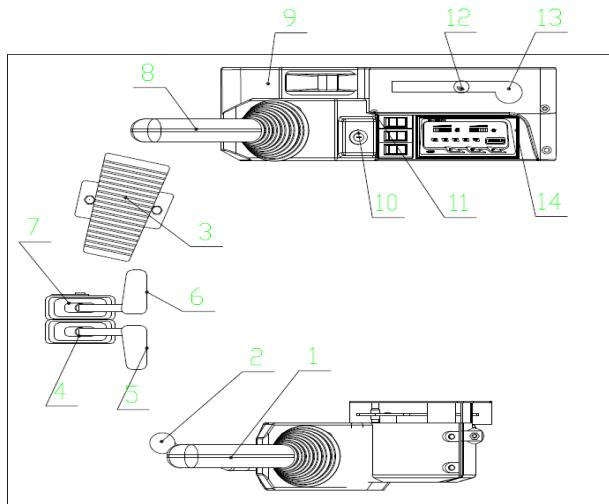

Ilustración 6 – Sistema de operación de la excavadora
El plano que se muestra en la ilustración 6 está tomado teniendo en cuenta la dirección de traslación de la máquina vista desde el asiento del conductor cuando el operador se encuentra mirando hacia la parte delantera y la rueda motriz se encuentra en la parte trasera de la máquina.
Ilustración 6 (elementos 11 y 12) – Presione la parte superior (cabeza) de la pieza 12 y empuje hacia delante para acelerar el motor. Cuando quiera detener el motor, tire del cable 11 para parar el motor si se tratara de un motor fabricado en China o, si se trata de un motor importado, gire la llave hasta la posición “OFF”.
Utilice la palanca de control para girar a la derecha y a la izquierda. Ver ilustración 6 (elemento 1 y 8) y ver también ilustración 7.
Tal y como se muestra en la ilustración 7, cuando se mueve la palanca de control hacia delante o los pedales ④⑤⑥⑦ que se muestran en la ilustración 6, la máquina se desplaza hacia delante. Cuando se mueve la palanca de control hacia atrás, la máquina se mueve dirección marcha atrás. La máquina no se moverá cuando la palanca se encuentre en punto muerto.
El elemento 9 que aparece en la ilustración 6, es una palanca de control que al moverla hacia delante permite a la cuchilla móvil desplazarse hacia abajo y si se mueve hacia atrás, la cuchilla móvil se desplaza hacia arriba. Con esta hoja el operador puede mover o apilar tierra, rocas u otros materiales. El operador, con la palanca de control, puede inclinar, elevar o bajar la hoja dependiendo del trabajo a realizar y el tipo de terreno.
Levante la palanca del sistema de seguridad (elemento 2 ilustración 6) del control piloto al lado izquierdo de la caja de control izquierda. La válvula de control de flujo limitará el flujo de aceite hidráulico y reducirá la velocidad para una mayor seguridad.
Elemento 10 en el panel de control, tal y como se muestra en la ilustración 6
Imagen 14 (Ilustración 6) – se trata de una pantalla donde se muestra la temperatura del motor, la temperatura del agua, el nivel de combustible, las horas de funcionamiento, la temperatura del aceite hidráulico y la presión del aceite de motor.